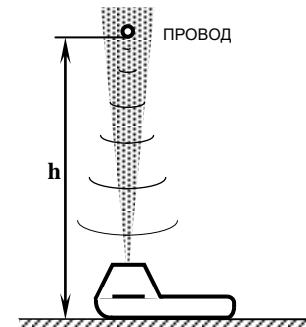

Рис. 2
4.3. Нажать и отпустить кнопку «Режим» - на дисплее выветится (  $---$  ), что означает готовность прибора к измерению расстояния до нижнего провода. Установить прибор на землю (рис.2) под контролируемым проводом так, чтобы посторонние предметы (здания, деревья) и сам измеряющий не попали в сектор излучения. Нажать и удерживать в нажатом состоянии кнопку «Измерение» пока на дисплее не появится **устойчивое** значение расстояния до провода, в метрах, например, (  $4.07$  ). Если прибор неточно расположен (провод не пойман ультразвуковым лучом), и на дисплее расстояние не индицируется, следует, слегка изменяя положение прибора, добиться **устойчивых** показаний и отпустить кнопку «Измерение».